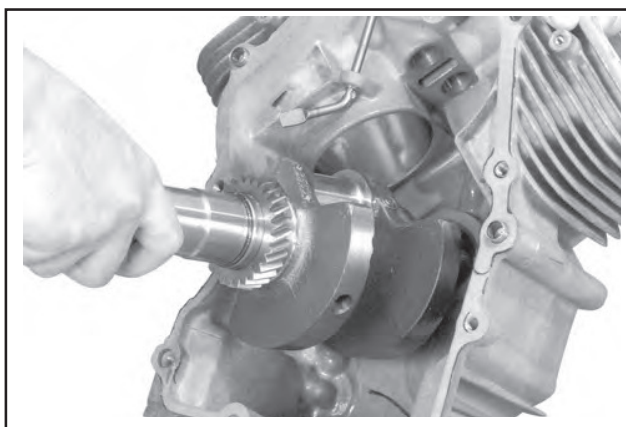

Abbildung 11-7. Einbau der Kurbelwelle.
1. Vorsichtig das Schwungradende der Kurbelwelle durch das Hauptlager des Kurbelgehäuses einziehen. Siehe Abbildung 11-7.